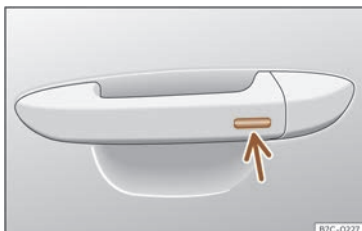

Fig. 61 Mănerul ușii: suprafața senzorului.
• **SAU:** utilizând sistemul Keyless Access (numai încuiere): Țineți apăsată câteva secunde suprafața senzorului de încuiere >>> **fig. 61** (săgeată) de pe mânerul portierei, pentru a închide geamurile și trapa. Dacă nu mai atingeți suprafața senzorului, funcția de încuiere este întreruptă.
Pentru a închide trapa, țineți apăsată suprafața senzorului de încuiere >>> **fig. 61** (săgeată) de pe mânerul ușii. Dacă nu mai atingeți suprafața senzorului, funcția de încuiere este întreruptă.